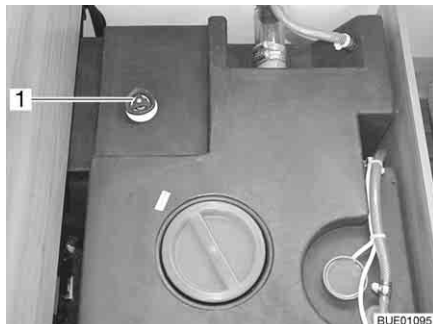

Bild 201 Vattentank med ratt
- Vrid ratten (Bild 201, 1) på vattentanken medurs till stoppläget.
- Vrid ratten (Bild 201, 1) på vattentanken moturs till motståndet. Vattnet rinner ut tills 60 liter är kvar.